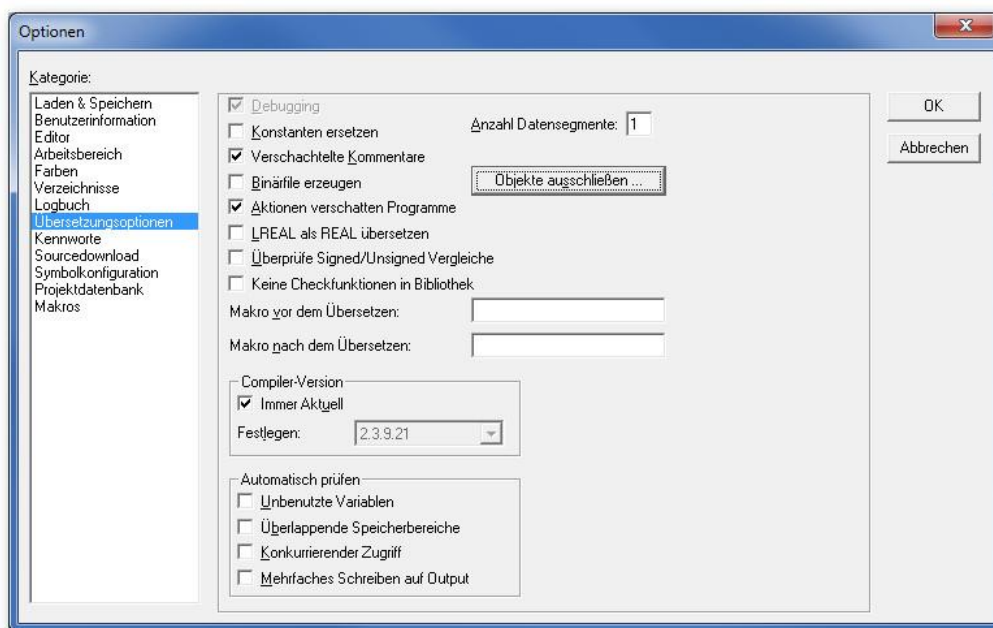

Abb. 4-14: Übersetzungsoptionen
- Sie können den Dialog *Übersetzungsoptionen* aufrufen unter *Projekt → Optionen → Übersetzungsoptionen* (Abb. 4-14).